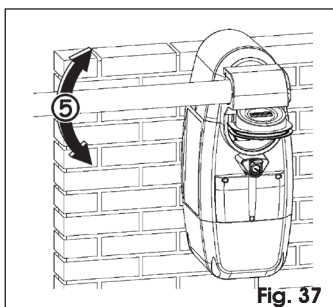

Fig. 37
3. Actionner manuellement la lisse, Fig. 37.